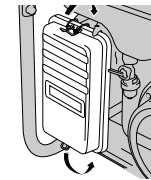

FIGURE 22 : COUVERCLE
1. Dégrafer les pinces du couvercle du filtre à air, retirer le couvercle, puis retirer la cartouche. (figures 22 et 23)